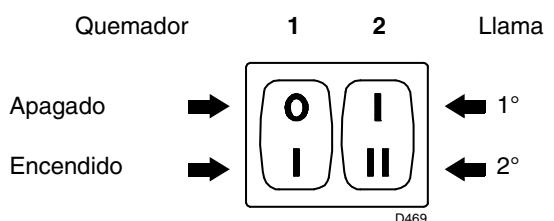
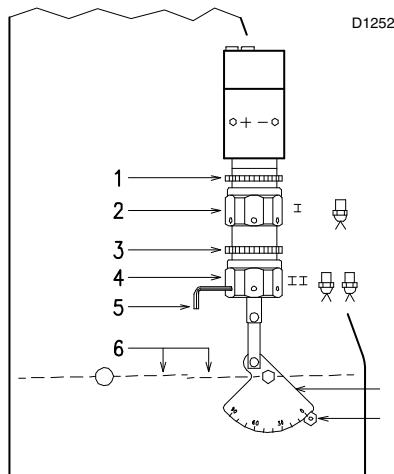

Fig. 20
Fig. 21
- Poner en marcha el quemador cerrando los termostatos y con el interruptor 1) (Fig. 20 pág. 18) en la posición "MARCHA". La bomba debe girar en el sentido de la flecha que hay marcada en la cubierta.
- Cuando el gasóleo sale por el tornillo 3), es indicativo de que la bomba está cebada. Parar el quemador: interruptor 1) (Fig. 20 pág. 18) en posición "PARO" y apretar el tornillo 3).
Situar el interruptor 1) (Fig. 20) en la posición "MARCHA".
Mantener el quemador funcionando en 1a llama, situando el interruptor 2) (Fig. 20) en la posición 1a llama. La abertura del registro 6) (Fig. 21) debe ser proporcional a la boquilla elegida: el índice 8) (Fig. 21) debe corresponderse con el número de posición que se indica en el sector graduado 7) (Fig. 21). El reglaje se efectúa girando el hexágono 2) (Fig. 21):
Situar el interruptor 2) (Fig. 20 pág. 18) en posición 2a llama y regular el registro 6) (Fig. 21) actuando sobre el hexágono 4) (Fig. 21), después de haber aflojado la contratuerca 3) (Fig. 21)
para facilitar la regulación de los hexágonos 2) y 4) (Fig. 21), utilizar una llave hexagonal de 3 mm 5) (Fig. 21).